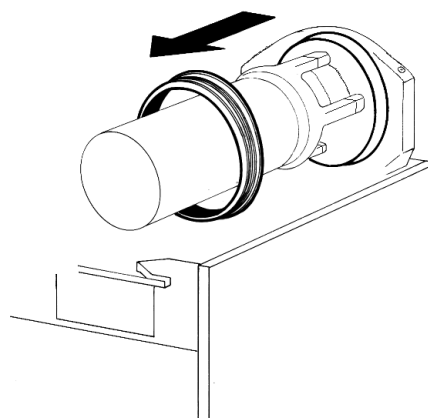

figura 9
- 4 Togliere la guarnizione di tenuta del contenitore dalla sua sede (vedere figura 9).